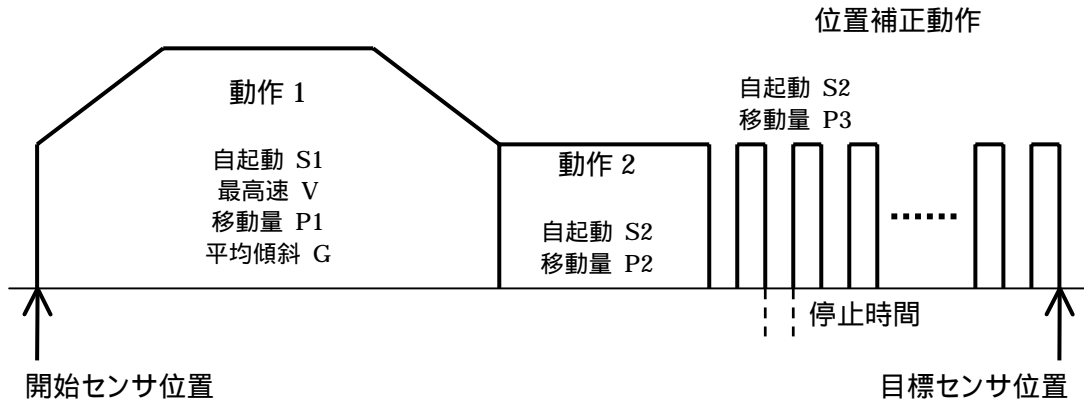

図 6-2 センサモードの動作
(5) 自起動速度を設定します。センサモード(原点サーチ除く)の場合は、目標センサの近傍位置に到達させる動作の自起動速度(図 6-2 の S1 に相当)となります。
(6) この項目は、センサモード(原点サーチ除く)専用の設定項目です。目標センサに到達させるための自起動駆動に用いる自起動速度(図 6-2 の S2 に相当)を設定します。
(7) 加減速の平均傾斜(図 6-2 の G に相当)を設定します。設定範囲は 0.1 ~ 100.0[%](0.1[%]刻み)です。(3)のボックスの右側に情報として 100.0[%]時の平均傾斜が表示されます。
センサモード	目標センサの近傍位置までの移動量(図 6-2 の P1 に相当)を相対位置で設定します。
各モードの原点サーチ	位置補正を行う場合に払い出すパルス数(図 6-2 の P3 に相当)を設定します。
(10)この項目は、センサモード(原点サーチ除く)専用の設定項目です。目標センサに到達させるための移動量(図 6-2 の P2 に相当)を相対位置で設定します。
(11)この項目は、センサモード(原点サーチ除く)専用の設定項目です。位置補正を行う場合に払い出すパルス数(図 6-2 の P3 に相当)を設定します。